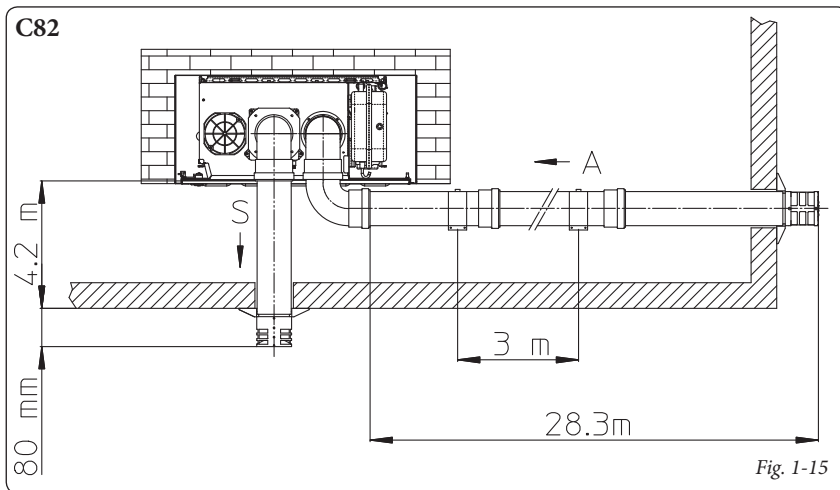

Fig. 1-15
- Prolunghe per kit separatore Ø 80/80 (Fig. 1-15). La massima lunghezza rettilinea (senza curve) in verticale, utilizzabile per i tubi di aspirazione e scarico Ø 80 è di 41 metri di cui 40 in aspirazione e 1 in scarico. Questa lunghezza